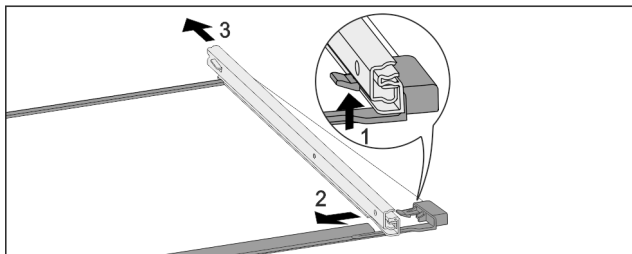

Fig. 133 Steklena plošča z vodili
- ▶ Sprednji zaskočni kaveljček potisnite navzgor. Fig. 133 (1)
- ▶ Izvlečno vodilo potisnite Fig. 133 (2) na stran Fig. 133 (3) in nazaj.